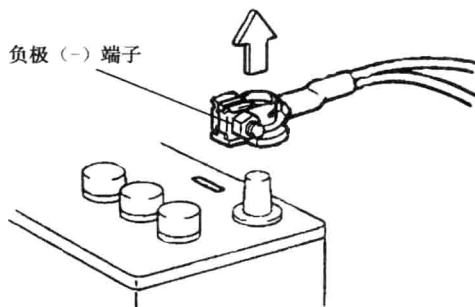

图 1.2.10
(1) 在进行电气工作之前，首先要断开蓄电池负极端子电缆，以防止短路而造成燃烧事故，如图 1.2.10 所示。
(2) 在进行端子电缆的断开和安装时，将点火开关和照明开关扭至“OFF”位置，并将端子螺母完全拧松。在进行这些操作时，不要扭曲或撬动端子。
(3) 当拆下蓄电池端子时，所有时钟、收音机和 DTC 等设备的存储都将被清除。在拆卸前要进行检查和记录。